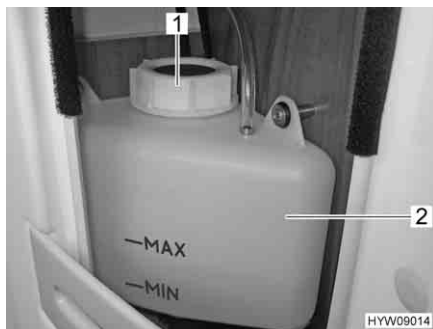
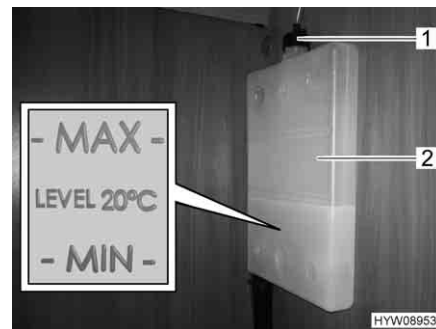

Fig. 171 Simbolo "MIN/MAX" (vaso d'espansione, vano doccia)
Fig. 172 Simbolo "MIN/MAX" (vaso d'espansione, armadio guardaroba)
- Controllare se il livello del liquido nel vaso d'espansione (Fig. 171,2 o Fig. 172,2) è compreso tra i simboli "MIN" e "MAX".
- Aprire il coperchio (Fig. 171,1 o Fig. 172,1) del vaso d'espansione (Fig. 171,2 o Fig. 172,2).